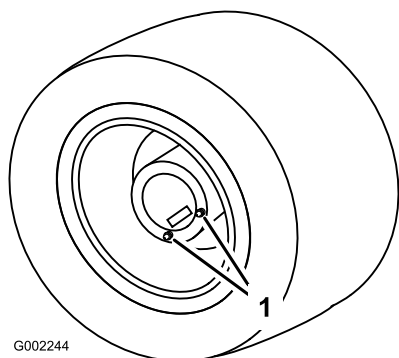

図 48
1. 平らな場所で、点検/ドレン・プラグが一番下の位置（ドレン位置）にくるようにして駐車する図 48。
3. ドレン・プラグの下に容器を置き、プラグを外す（図 48）。